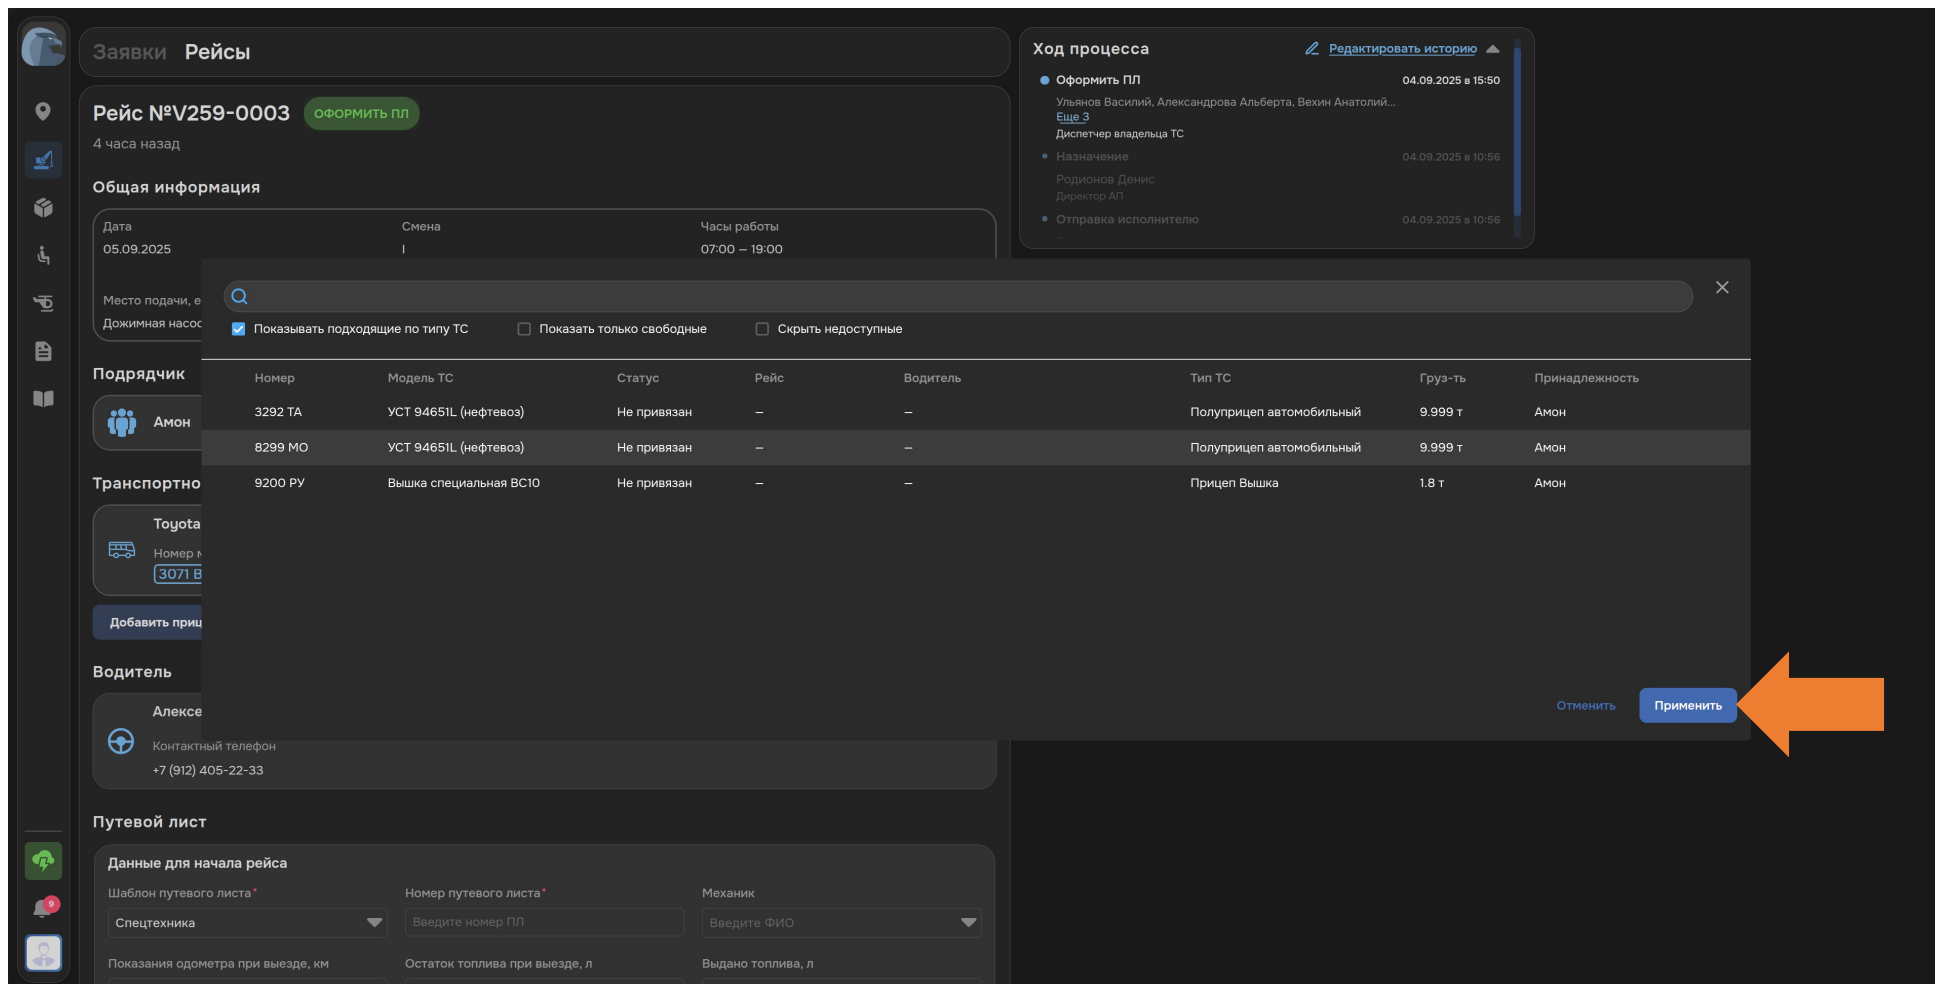

Рисунок 54. Добавление прицепа
9. Выберите необходимый прицеп в списке и нажмите кнопку «Применить» (см. Рисунок 54). В данном списке доступен поиск. По умолчанию в списке отображаются подходящие прицепы. Снимите галочку с поля «Показывать подходящие по типу ТС» для отображения всех прицепов (см. Рисунок 54). Поля «Показывать только свободные» и «Скрыть недоступные» позволяют настроить отображение только свободных прицепов и скрытие недоступных (см. Рисунок 54).